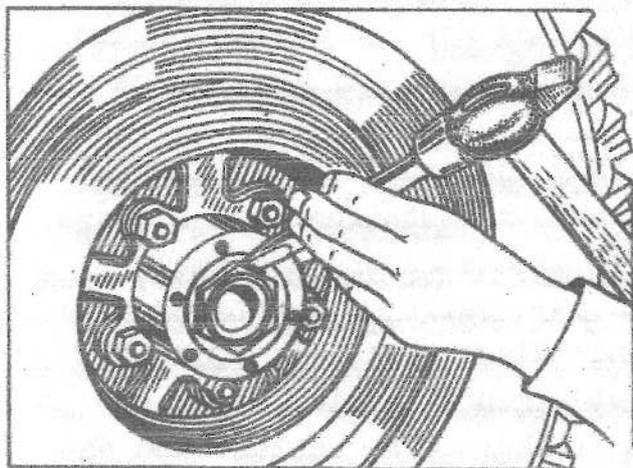

Bild 54. Sichern der Muttern der Radnabenlager
7. Mutter 3 um  $1/4 \dots 1/3$  Umdrehung lockern (1,5...2 Kanten) und Sicherungsblech anordnen. Kontermutter festziehen und sichern, indem die Leppen des Sicherungsblechs um die Kanten der Mutter und Kontermutter gebogen werden (Bild 54). Falls an den Leppen des Sicherungsblechs auch nur unbedeutende Risse vorhanden sind, ist es durch ein neues zu ersetzen, da widrigenfalls die Leppen abbrechen können, die Mutter sich dann lockert bzw. anzieht und das Lager infolgedessen beschädigt werden kann.